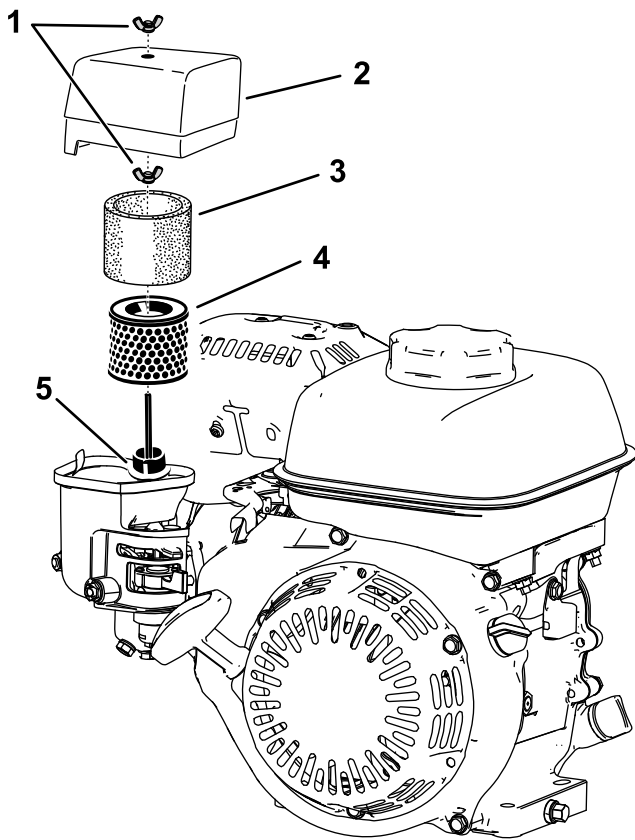

Bild 31
- Entfernen Sie die Flügelmutter, mit dem die Luftfilterabdeckung befestigt ist (Bild 31).